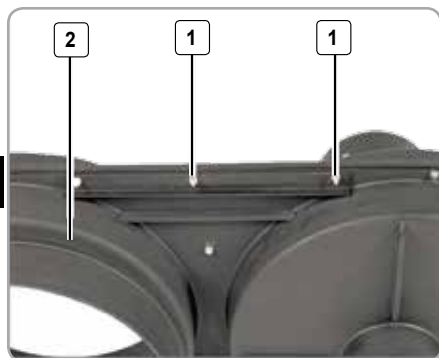

Fig.3
- Desfaceți cele două piulițe Fig. 3 (1) pe ambele părți ale carcasei din material plastic Fig. 3 (2).